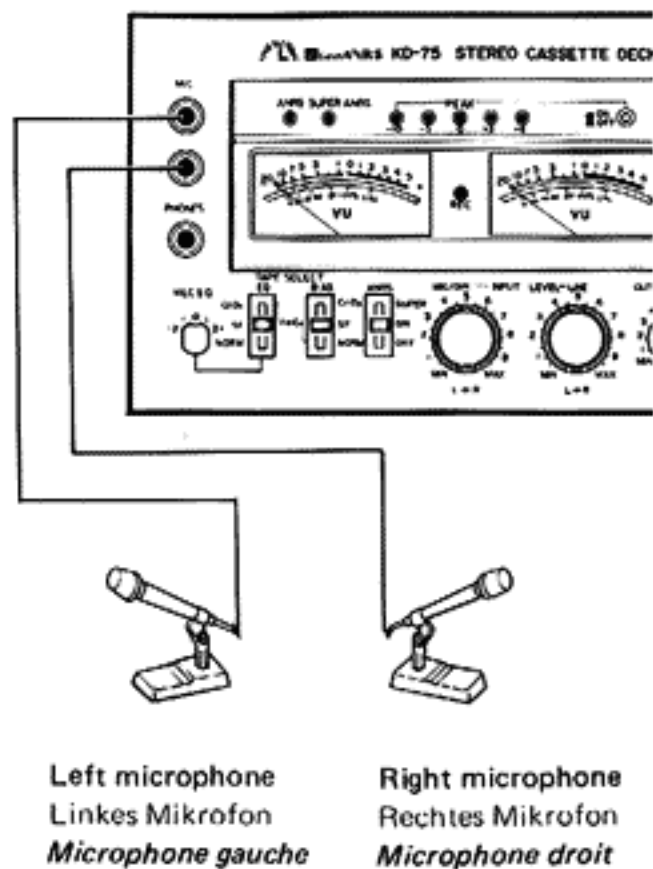

Fig. 7
- \*Connect 600 ohms – 2 kohms microphones as shown in Fig. 7.
- \*Verwenden Sie Mikrofone mit einer Impedanz von 600 Ohm – 2 kOhm und schließen Sie sie wie in Fig. 7 gezeigt an.
- \*Branchez des microphones de 600 ohms – 2 kohms comme montré dans la figure 7.